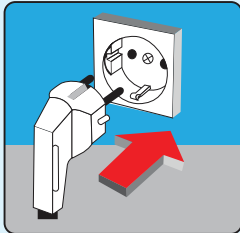

IMAGEN 13
- Enchufe el producto a una salida establecida de acuerdo con las normas, tiene sólo 220-240V/50 Hz de corriente alterna. (Imagen 13)